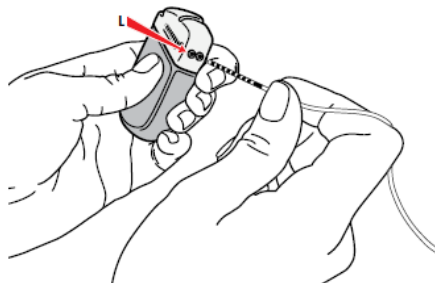

Figura 27. Conexión al puerto L del GII
a. Conecte la extensión del hemisferio izquierdo al puerto L (o C) (Figura 27).